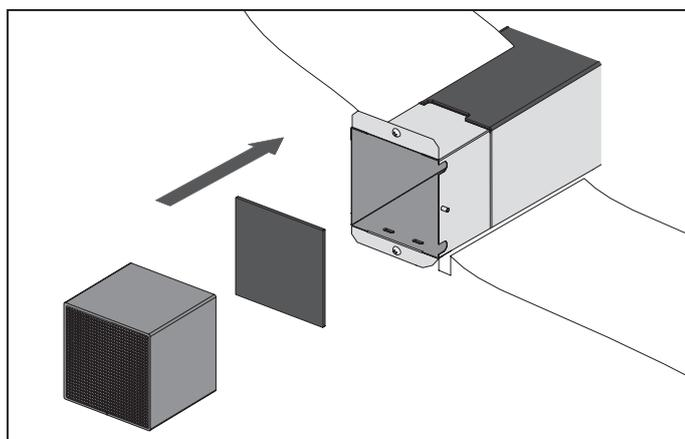

Рис. 13. Монтаж компонентов установки
5. Последовательно установите в телескопический канал фильтр и керамический регенератор (см. рис. 13).